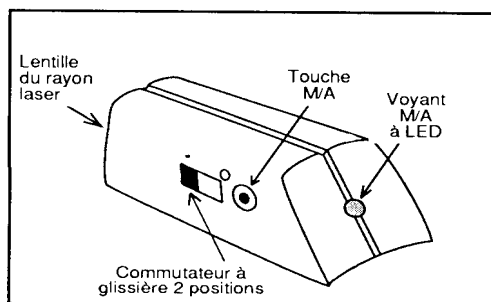

Figure 3-1. Vue de l'arrière
Le viseur laser est un accessoire du thermomètre. Il fournit une indication visuelle du champ optique du thermomètre. Viser des cibles éloignées (jusqu'à 45 m) devient très facile en utilisant ce viseur laser, dont les éléments sont représentés sur les fig. 3-1 et 3-2.
3. Si le voyant à LED M/A du viseur laser est éteint, appuyer sur la touche M/A du viseur laser pour allumer le faisceau laser. Voir la figure 3-1.